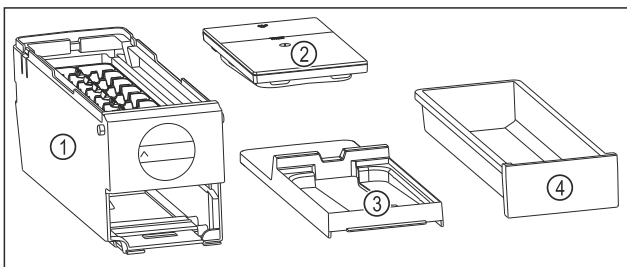

Fig. 133 Съставни части на EasyTwist-Ice
- ▷ EasyTwist-Ice е разглобен на четири части. (виж Fig. 133)
- ▶ Разглобявайте EasyTwist-Ice само на изобразените съставни части. (виж Fig. 133)
- ▶ Почистете корпуса на EasyTwist-Ice Fig. 133 (1) като едно цяло.